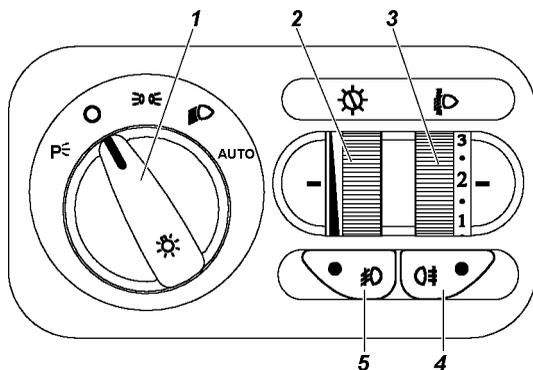

Рис. 3.2. Модуль управления светотехникой (наименование позиций см. в тексте)
**2 -модуль управления светотехникой** (рис. 3.2).
На рис. 3.2 изображен модуль управления светотехникой (МУС).